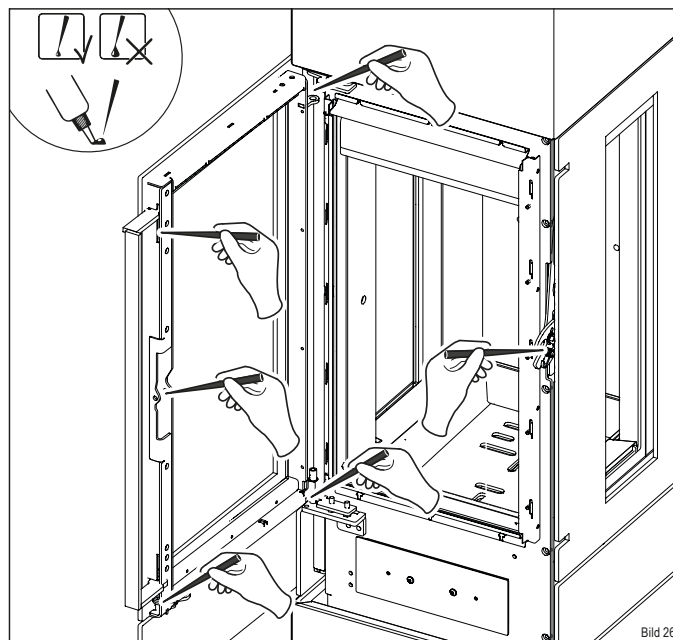

Bild 26
- ▶ Schmieren Sie die Punkte mit dem Spezialfett aus der Startbox (Bild 26).